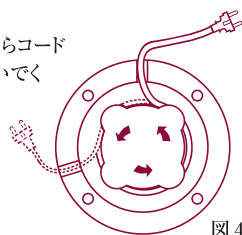

図4
- コードを延ばすには、加熱台をひっくり返してコードリールを回してください。コンセントに届く長さにコードを引き出してください。加熱台にはストッパーがついています（図4）。